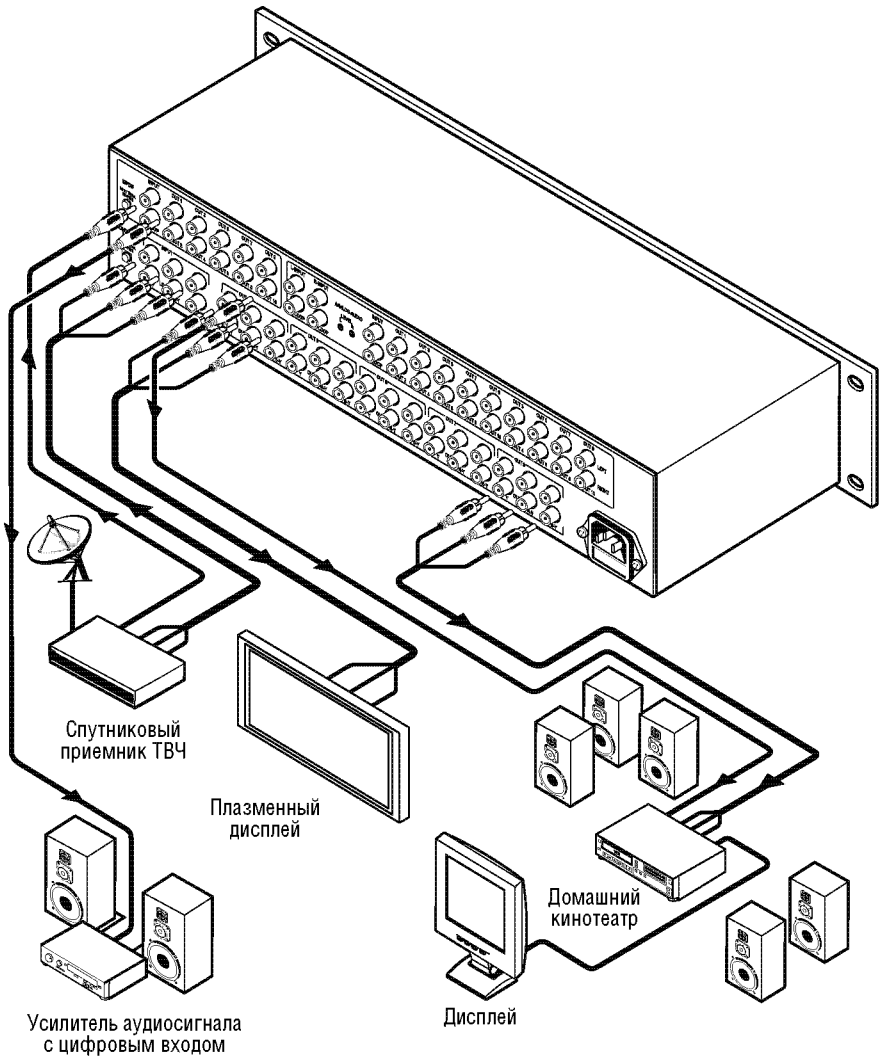

Рис. 4. Подключение источников и приемников сигнала к VM-100CA
Подключение источников и приемников сигнала к **VM-100CA** иллюстрирует пример на рис. 4.
5. Вставьте сетевой шнур (не показан на рис. 4). Включите питание **VM-100CA** и всех подключенных к нему устройств.